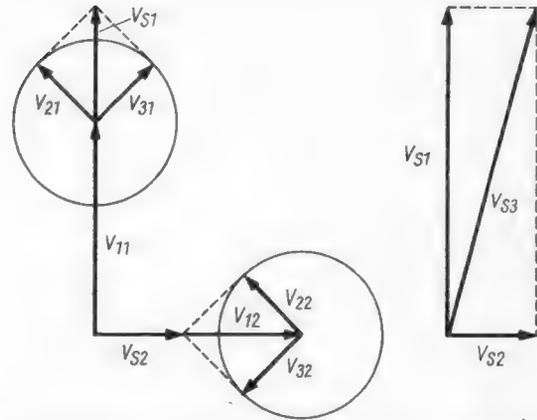

Bild 7. Addition zweier amplitudenmodulierter Schwingungen (Träger nicht unterdrückt)
Beide Träger sollen die gleiche Frequenz haben und seien um  $90^\circ$  gegeneinander verschoben (FtA Fs 11, Abschnitt 4). Je nach dem Modulationszustand (gebildet durch Amplitude und Phasenlage der Modulationsspannung) ergibt sich ein Summenzeiger ( $V_{s1} + V_{s2} = V_{s3}$ ), der in der Größe veränderlich ist, aber auf jeden Fall im ersten Quadranten liegt (Bild 7).
Man sieht, daß sich bei Änderung der Amplituden der beiden Modulationsspannungen die Amplitude der Summenspannung und ihre Phasenlage ändert (s. a. FtA Fs 11, Bild 7).
- $f_{I1}$  und  $f_{I2}$  (bzw.  $V_{21}$  und  $V_{31}$ , Bild 7)
- $f_{Q1}$  und  $f_{Q2}$  (bzw.  $V_{22}$  und  $V_{32}$ , Bild 7)
Wie sich aus der Analyse der dynamischen Modulationsverzerrungen ergeben hat, ist jedoch ein Flachdachfilter, also ein nahezu vollkommenes Filter, ebenfalls nicht ideal für UKW-Empfang. Die Kurve eines verzerrungsarmen Filters (Bild 7) verläuft im Durchlaßbereich nicht flach. Wenn die Kurve eines solchen Filters bei einer Verstimmung von 75 kHz um 2 dB abfällt, dann variiert das Übernahmeverhältnis bei jeder Frequenz, die für dieses Filter in Frage kommt, zwischen 0 und 2 dB. Bei Sinusmodulation des Störsignals beträgt das Übernahmeverhältnis des Filters allein bereits etwa 1,0 bis 1,5 dB.